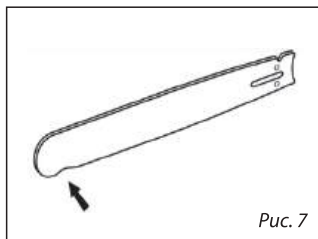

Рис. 7
- Обратите внимание на кончик шины: если на нижней стороне образовалась впадина, это указывает на провисание цепи (Рис.7).